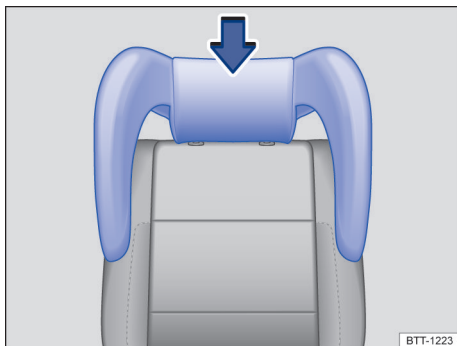

Fig. 61 Cadeira de criança integrada: instalar os apoios para cabeça laterais.
A cadeira de criança integrada pode vir equipada com um *apoio para cabeça com proteções laterais* → Fig. 61.
- Inserir o apoio para cabeça da cadeira de criança nas guias do respectivo encosto do banco traseiro até que o apoio para cabeça se trave com segurança → Fig. 61.